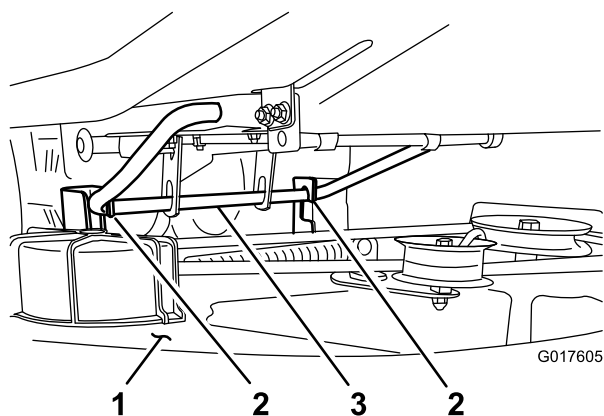

Figure 35
7. Soulevez et enlevez le plateau de coupe et les supports de la tige de levage arrière et abaissez la tondeuse au sol avec précaution (Figure 35).
7. Soulevez l'arrière du plateau de coupe et guidez les supports sur la tige de levage arrière (Figure 35).